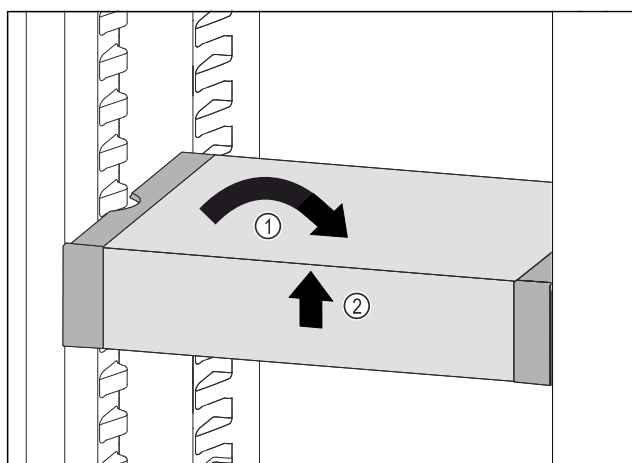

Fig. 85
- VarioSafe ustawić prosto. Fig. 85 (1)
- VarioSafe unieść z przodu. Fig. 85 (2)